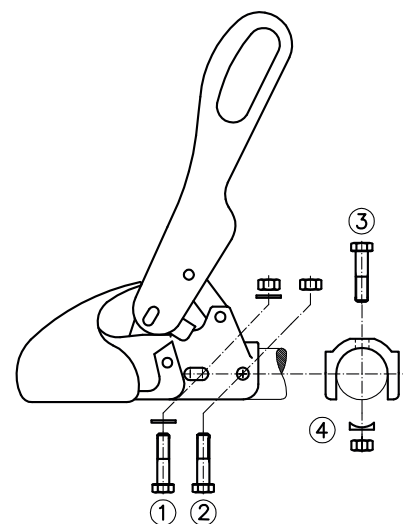

Figura 3: collegamento
I giunti sferici WS 3000-H/L/LB sono esecuzioni speciali per freni ad inerzia e vengono montati con avvitamento incrociato (1)+(3) ed un passo dei fori di **40 mm** (figura 3).
2.2 Se il giunto sferico WS 3000/3500 viene impiegato come sostituzione per un altro tipo di giunto, in relazione ai dispositivi ad inerzia, si deve assicurare che gli ammortizzatori vengano nuovamente montati in modo conforme alle prescrizioni e che i tubi distanziatori eventualmente presenti nel tirante vengano inseriti correttamente. Come mezzo ausiliario per il WS 3000-D si prega di utilizzare i perni compresi nella fornitura Ø 12x34 mm oppure Ø 12x49 mm, a seconda del diametro del timone. Per quanto riguarda il WS 3500-D, utilizzare perni Ø 14x63 come punzoni in occasione dello smontaggio della vite di fissaggio (2) o (3) (figura 3), a seconda del tipo di fissaggio dell'ammortizzatore. Nel corso del montaggio e dello smontaggio del giunto sferico questi perni devono essere lasciati inseriti nel tirante a scopo centratura dell'ammortizzatore. In occasione dell'inserimento delle nuove viti di fissaggio, rimuovere nuovamente i perni.